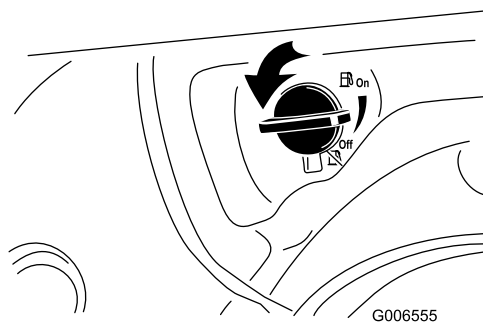

Figura 24
2. Girate la valvola d'intercettazione del carburante di 1/4 di giro in senso antiorario per aprirla (Figura 24).